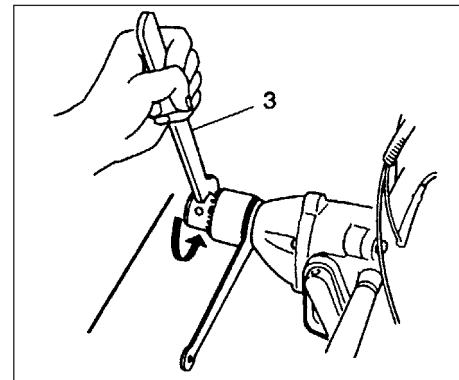

Fig. 2-7
- Nota! el uso bota la llave inglesa del monte (3) en lugar de bota el asidero y aprieta o untighten manualmente en vez de golpear. No golpee el bota la llave inglesa del monte. (Fig. 2-7, 7B)